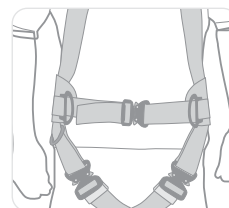

Abbildung 15
- Falls vorhanden (nur Gurt RH3), die Schnalle am Taillengurt vorne schließen und den Gurt einstellen, indem Sie ihn so weit durch die Schnalle ziehen, bis er eng anliegt (siehe Abbildung 15). Die Befestigungs- und Einstellelemente müssen während des Einsatzes regelmäßig überprüft werden. Der Haltegurt ist für einen Benutzer mit einem Gewicht von max. 150 kg einschließlich Werkzeug und Ausrüstung zugelassen.